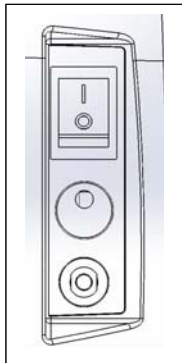

Figure 2
- A. **INTERRUPTEUR D'ALIMENTATION PRINCIPAL** : Situé à l'arrière de la machine, il permet de mettre la contrecolleuse sous tension. Le symbole « I » indique la mise sous tension. Le symbole « O » indique la mise hors tension (Figure 2).
- K. **Disjoncteur :** (Figure 2) le disjoncteur est situé en dessous du cordon d'alimentation. Pour le réinitialiser, appuyez sur le bouton. Si le disjoncteur continue à se déclencher, contactez un fournisseur de services agréé.